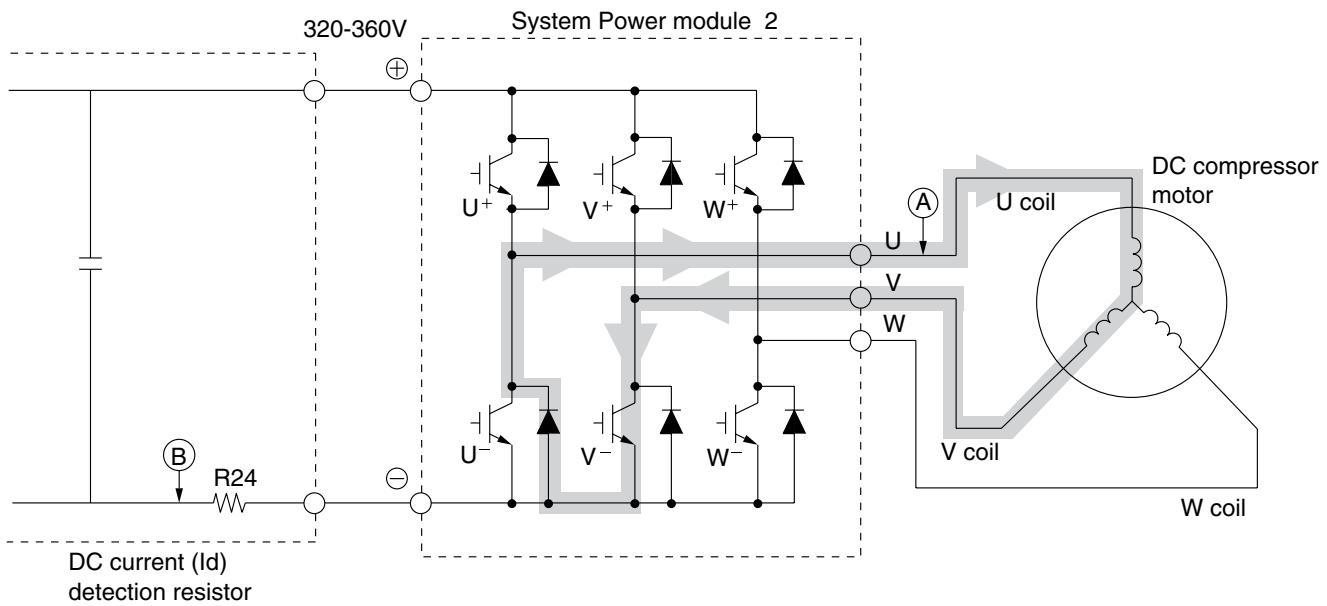

Fig. 3-4 Power module circuit (U^+ is ON, V^- is ON)
- Quand le transistor U^+ est OFF: (par induction de la bobine de moteur) Bobine U \rightarrow Bobine V \rightarrow Transistor $V^- \rightarrow$ Diode de retour \rightarrow Point A (Fig. 3-4)